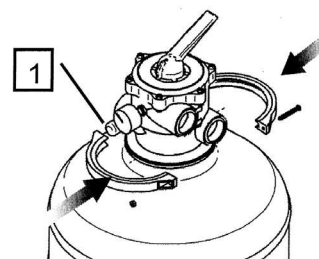

FIG. 9
- 4) Montera sexvägsventilen (fig.9) i toppen på filtret och fixera med spännringen (fig.9-1).